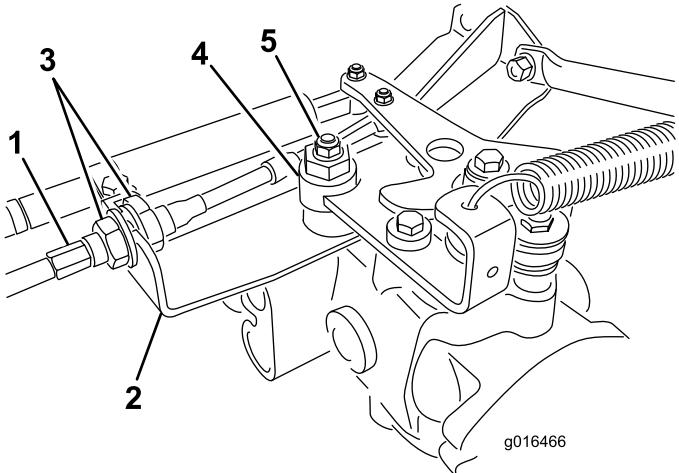

Figura 42
- A. Liberte as porcas de bloqueio que fixam o cabo de controlo de tração ao anteparo do hidróstato (**Figura 42**). Certifique-se de que as porcas de bloqueio se encontram soltas de forma idêntica e o suficiente, de modo a permitir a operação de ajuste.
Nota: Liberte a porca que fixa o disco excêntrico ao cimo do hidróstato (Figura 42).
- E. Quando a roda deixar de rodar, aperte a porca, bloqueando deste modo o disco excêntrico e fixando a posição de ajuste (Figura 42).
- G. Aperte uniformemente as porcas que se encontram em cada um dos lados do anteparo, fixando deste modo o cabo de tração ao anteparo (Figura 42). Não rode o cabo.